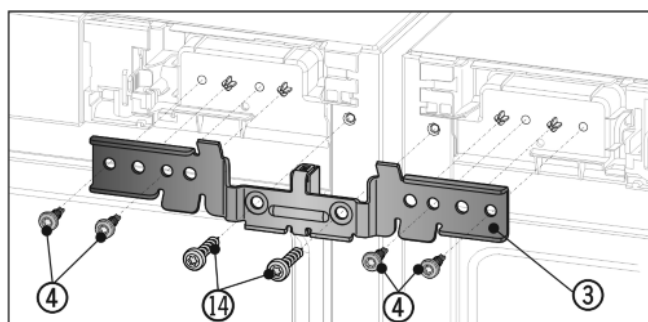

Fig. 7
- ▶ Вкарайте ъгъла Fig. 7 (3) с дистанционера между уредите и върху шийките. Завинтете хлабаво ъгъла с четири винта Fig. 7 (4) и предварително развинтените заземителни винтове Fig. 7 (14) последователно отляво и отясно.